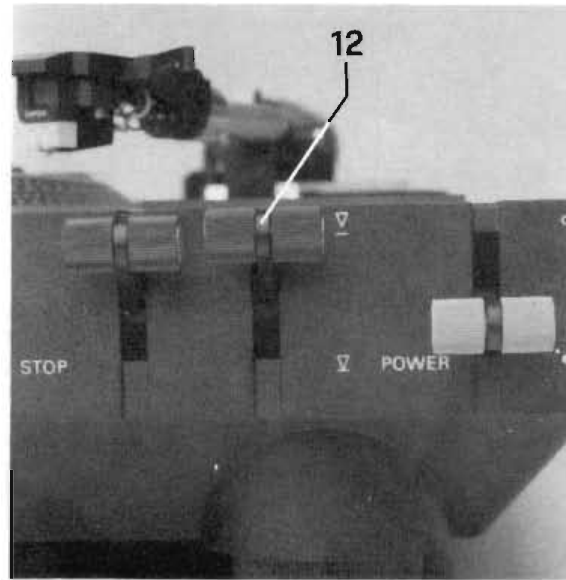

Fig. 8
Legen Sie eine Langspielplatte auf den Plattenteller, lösen Sie die Tonarmklammer (11), klappen oder entfernen Sie den Nadelschutz (Bild 7.22) ganz zurück, so dass die Nadel frei wird und stellen Sie den Tonarmlifthebel (12) auf  $\nabla$  (Bild 8). Schwenken Sie den Tonarm von Hand über die Schallplatte und Nadel. Dieser Abstand soll 4 bis 6 mm betragen. Mit der Justierschraube für die Schwenkhöhe (Bild 9.2) können Sie ihn genau einstellen. Legen Sie den Tonarm wieder zurück, stellen Sie den Tonarmlifthebel (12) auf  $\nabla$  und schliessen Sie die Tonarmklammer (11).
Place a long-playing record on the turntable, loosen the tone arm clip and turn back or remove (depending on type) the protective cover so that the stylus is free. Set the tone arm lift lever (12) in the up position  $\nabla$  (fig. 8). Swing the tone arm by hand over the record and check the distance between record and stylus. This distance should be between 4 and 6 mm and can be precisely set with the adjustment screw (fig. 9.2). Return the tone arm to its support, set the lift lever in the down position  $\nabla$  and close the tone arm clip.